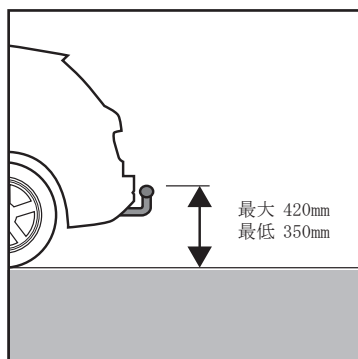

図 1a: リフトアップ後のヒッチ上縁の値
- ・ 自動車にけん引装置が備えられている場合、リフトアップ後にヒッチの上縁が、法令で規定されている高さ 420mm を超えないことを、取り付け前に確認してください（図 1a）